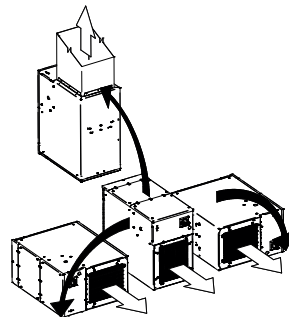

Figure 3
- 4- Installer l'appareil sur des supports adéquats sous l'appareil (non fournis), adapter à la charge et d'une largeur minimum de 1 1/4 po (32 mm) (Figure 3).
- 5- Faire attention à la direction de l'air en sortie (Figure 3).
- 7- Faire attention de positionner les supports de façon à conserver l'accès aux composants internes pour la maintenance et garder une distance d'au moins 5 1/2 po (140 mm) entre le panneau d'accès et les pièces de soutien. Faire attention de positionner les supports pour garder l'accès à l'ouverture du panneau d'accès au filtre (Figure 3).
- 3- Installer l'appareil sur des supports adéquats sous l'appareil (non fournis), adapter à la charge et d'une largeur minimum de 1 1/4 po (32 mm) (Figure 3).
- 5- Faire attention de positionner les supports de façon à conserver l'accès aux composants internes pour la maintenance et garder une distance d'au moins 5 1/2 po (140 mm) entre le panneau d'accès et les pièces de soutien. Faire attention de positionner les supports pour ne pas empêcher l'ouverture du panneau d'accès au filtre (Figure 3).
- S'assurer que le ventilateur tourne dans le bon sens; l'écoulement d'air devrait être dans la direction de la flèche tel qu'indiqué (Figure 3).